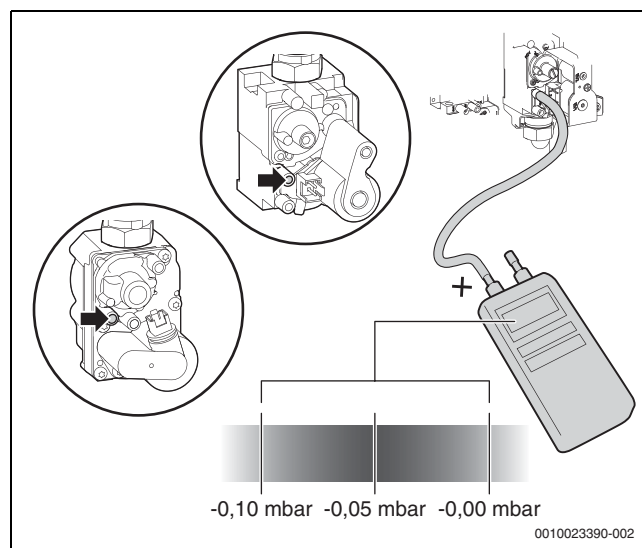

Fig. 43 Mesure de la pression différentielle
- Mesurer la pression différentielle de la vanne gaz (→ fig. 43). La pression différentielle idéale est de -0,05 mbar.